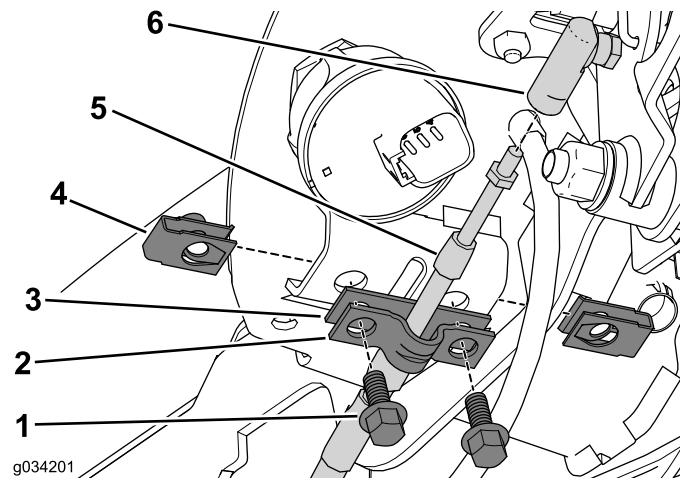

Bild 5
1. Entfernen Sie die zwei Schrauben und die Clipmuttern, mit denen die Kabelklemme und Beilagscheibe am Bedienfeld befestigt sind (Bild 5).
2. Legen Sie die Kabelklemme zur Seite und werfen die Beilagscheibe weg (Bild 5).
3. Klemmen Sie den Zug für die arretierte Neutral-Stellung vom Zuganschluss ab (Bild 5).